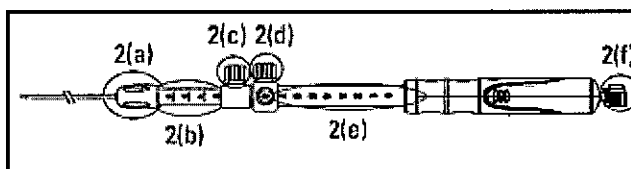

Figura 2. Aguja de aspiración
2. Compruebe que la aguja esté totalmente retraída y que el bloqueo de ajuste de la aguja (**Figura 2(d)**) esté fijado en la posición cero (**Figura 2(e)**).
3. Determine la longitud de la vaina adecuada en relación con la longitud del ecoendoscopio. Utilice el bloqueo de ajuste de la vaina (**Figura 2(c)**) para establecer la longitud deseada de la vaina y fijarla en su posición. Gire el bloqueo de ajuste de la vaina en el sentido de las agujas del reloj para fijar la vaina en su posición. La punta distal de la vaina debe ser visible en la imagen endoscópica.
Nota: los números de referencia y las marcas en el indicador de ajuste de la vaina (**Figura 2(b)**) sólo se muestran como referencia.
6. Siga haciendo avanzar el dispositivo hasta que salga del ecoendoscopio y la vaina se pueda ver en la imagen endoscópica. Apriete la conexión luer (**Figura 2(a)**) girándola en el sentido de las agujas del reloj para conectar el dispositivo al puerto del canal de trabajo del ecoendoscopio.
Nota: si es necesario ajustar la longitud de la vaina, afloje el bloqueo de ajuste de la vaina (**Figura 2(c)**) y vuelva a colocarlo con el punto de referencia adecuado.
8. Ajuste la profundidad de penetración de la aguja a la posición deseada mediante el bloqueo de ajuste de la aguja (**Figura 2(d)**). Para controlar la profundidad de la penetración de la aguja en el objetivo, afloje el bloqueo de ajuste de la aguja girando el mando en el sentido contrario al de las agujas del reloj. Alinee el bloqueo de ajuste de la aguja con el número de referencia adecuado en el mango del dispositivo. Fíjelo girando el bloqueo de ajuste de la aguja en el sentido de las agujas del reloj.
Nota: los números de referencia del indicador de profundidad de la aguja (**Figura 2(e)**) sólo se muestran como referencia. Los números de referencia representan la extensión de la aguja (en centímetros) cuando el dispositivo está en posición recta.
10. Extraiga el estilete (**Figura 2(f)**) del puerto de aspiración del dispositivo aflojando y tirando suavemente de éste para sacarlo del mango del dispositivo.
Nota: el estilete se puede enrollar y sujetar mediante el mecanismo de la tapa del estilete (**Figura 2(f)**). El estilete debe guardarse para realizar introducciones adicionales de la aguja durante un mismo procedimiento.
12. Conecte la jeringa suministrada al puerto de aspiración (**Figura 2 (f)**) del mango del dispositivo.